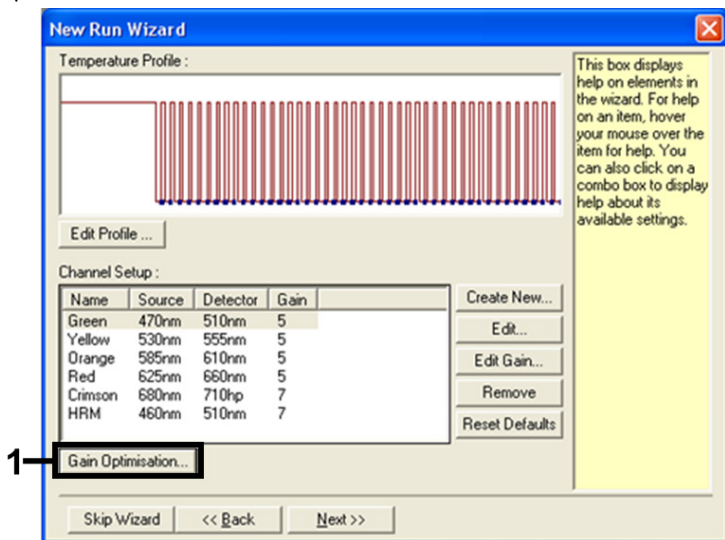

Figure 10. Optimisation du gain.
12. Dans la boîte de dialogue suivante, cliquer sur Gain Optimisation (Optimisation du gain) (figure 10).